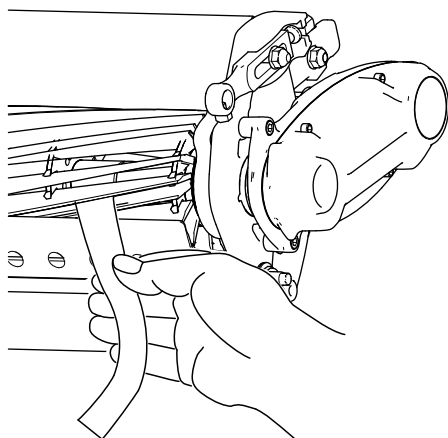

図 6
- B. 刃合わせチェックペーパー Toro P/N 125-5610 を、リールとベッドナイフとの間にに入れてベッドナイフに対して直角にセットし **図 6**、リールを **ゆっくりと** 前転させる紙が切れれば適切。切れなければステップ **A** と **B** を繰り返す。
11. 刃合わせチェックペーパーToro P/N 125-5610を、リールとベッドナイフとの間に入れてベッドナイフに対して直角にセットし 図 6、リールを ゆっくり と前転させる紙が切れれば適切。左右のベッドバー調整ねじをそれぞれ1クリックだけ締め、もういちど紙を切るテストを行う。紙が切れるまでこれを繰り返す。